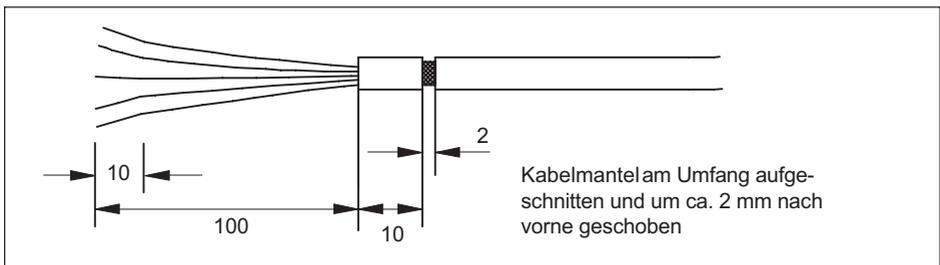

Abb. 7.1 Eingeschnittener Kabelmantel
3. Der Schirm ist zugänglich über einen eingeschnittenen Kabelmantel (*siehe Abb. 7.1*).